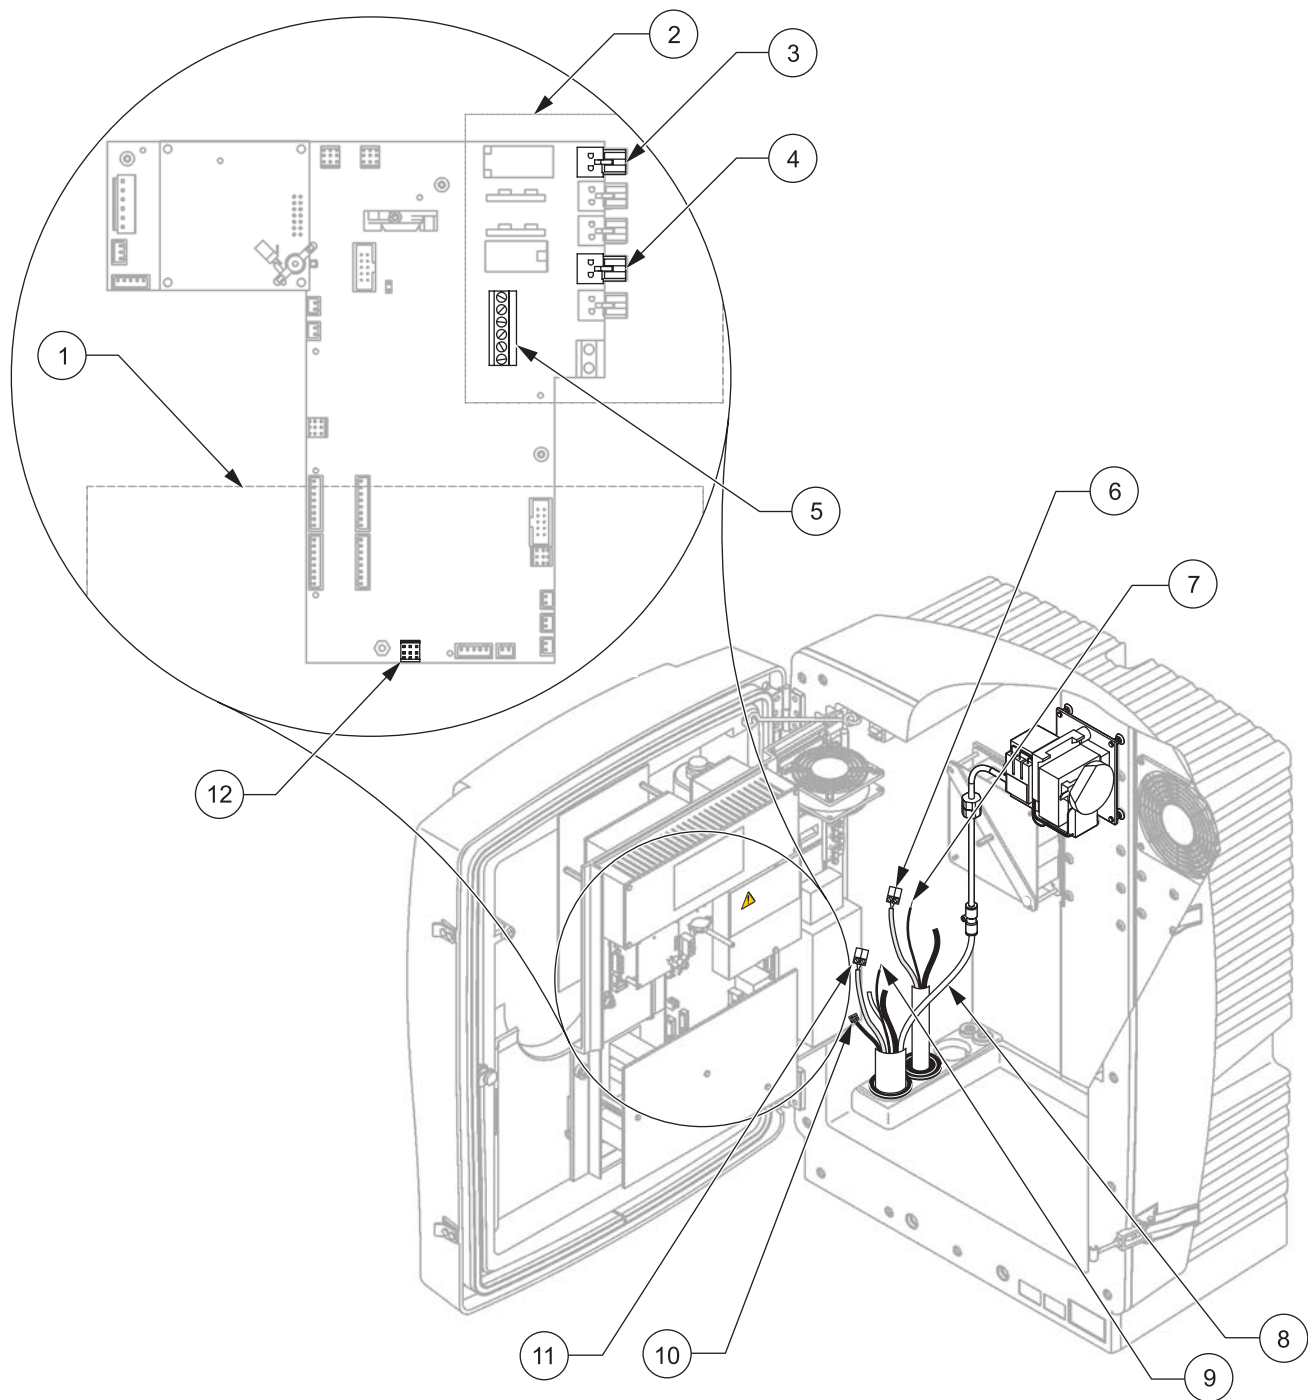

图 13 连接过滤器探头 sc 和可选的加热排放装置
4. 将过滤器探头 sc 的地线 (绿色/黄色) 与地面接线端相连 (项目 9, 图 13)。
5. 将电源接头连到适当的接线端 (项目 11, 图 13)。
7. 将数据接头连到主板上 (项目 10, 图 13)。
9. 将过滤器探头 sc 的白色空气管与分析器上的空气导管接头相连 (图 13)。
请参考图 13 并按照下列步骤连接加热排放装置。